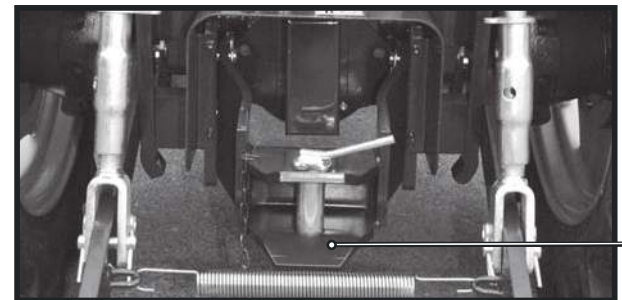

Fig. 26
**IMPORTANTE: Si utiliza la PTO con el apero instalado a través del enganche de tres puntos, podría ser necesario retirar el enganche del remolque (2) Fig. 26. Al bajar determinados tipos de aperos la transmisión conectada al PTO podría chocar contra el enganche.**